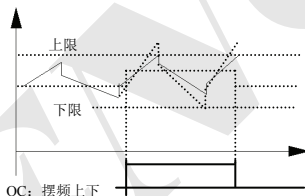

图 6-19 摆频幅度限制
- 16: **摆频上下限制**. 选择摆频功能后若以中心频率计算所得摆频的频率波动范围超过上限频率 F0.10 或低于下限频率 F0.11 时，将输出指示信号，如图 6-19 所示。